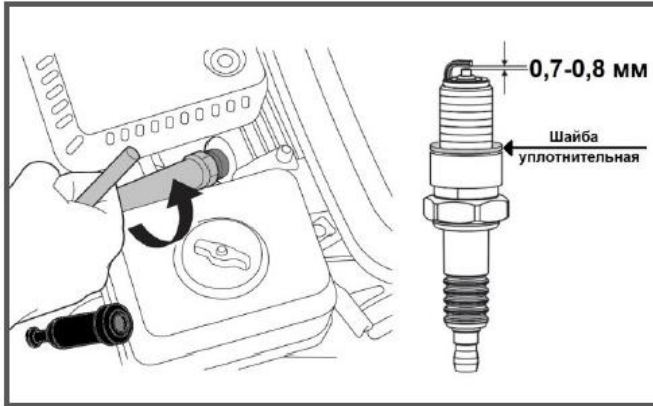

Рис. 13 Обслуживание свечи зажигания
1. Снимите со свечи зажигания колпачок высоковольтного провода и удалите грязь вокруг свечи зажигания (Рис. 13).
4. Измерьте зазор между электродами свечи зажигания специальным щупом. Зазор должен быть 0,7-0,8 мм (Рис. 13). При увеличении, или уменьшении требуемого зазора, рекомендуется заменить свечу, так как регулировка зазора может привести к изменению качества искрообразования.